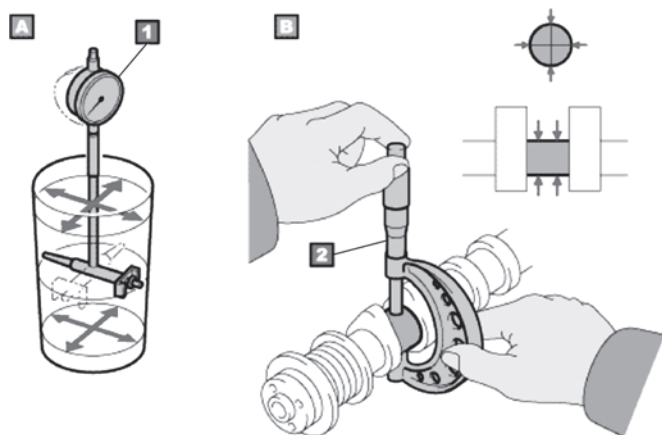

图1-1-13 测量内外直径（一）
(1) 内径:使用游标卡尺、量缸表或者卡规来测量零件的内径。如认为零件磨损不均匀,需在几个位置测量并读出最大值。
(2) 外径:使用游标卡尺或者千分尺测量零件的外径。如认为零件磨损不均匀,在几个位置测量并取出最小值,如图1-1-13所示。
(3) 锥度:测量以检查零件是否存在锥度磨损。在零件上下侧的几个位置测量内径。